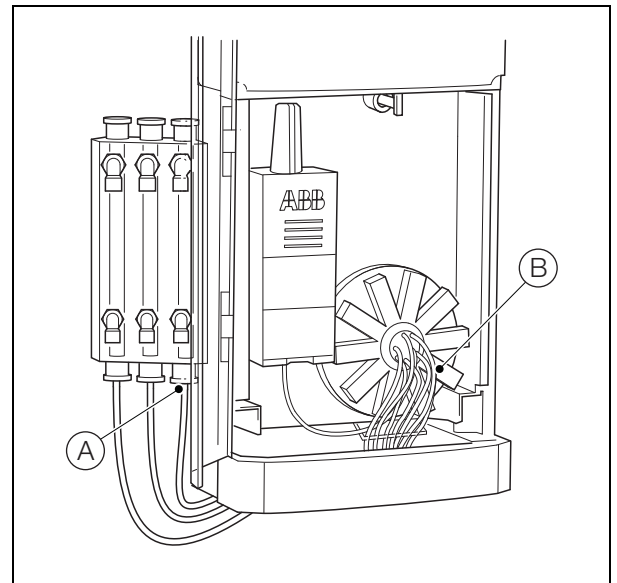

Fig. 13.4 Substituir tubos de amostras
1. Tendo por referência a Fig. 13.4:
- b. Desligue o tubo da base do recetáculo lateral da amostra (A) e elimine.
- d. Encaminhe o tubo da forma indicada no passo a e ligue a outra extremidade ao conetor de válvula S1 (B) no coletor da válvula.